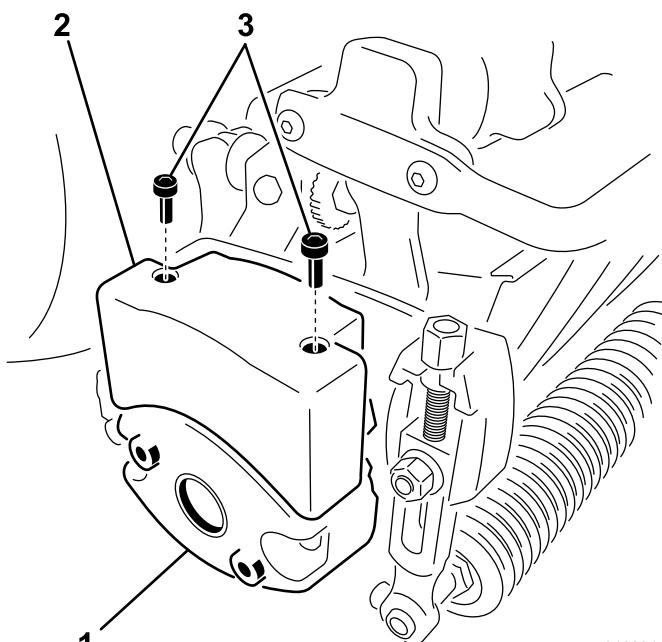

Figura 11
4. Rimuovete i due bulloni che fissano lateralmente la zavorra all'elemento di taglio (Figura 11).
6. Montate una zavorra superiore sulla zavorra dell'elemento di taglio tramite 2 viti a testa cilindrica cava esagonale (Figura 11).